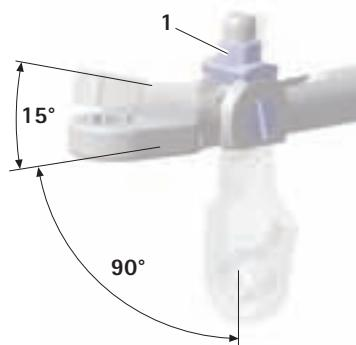

Fig. 3
- ▶ Placer la clé en T H selon l'angle voulu et serrer l'hexagone 1 dans le sens des aiguilles d'une montre, voir Fig. 3.